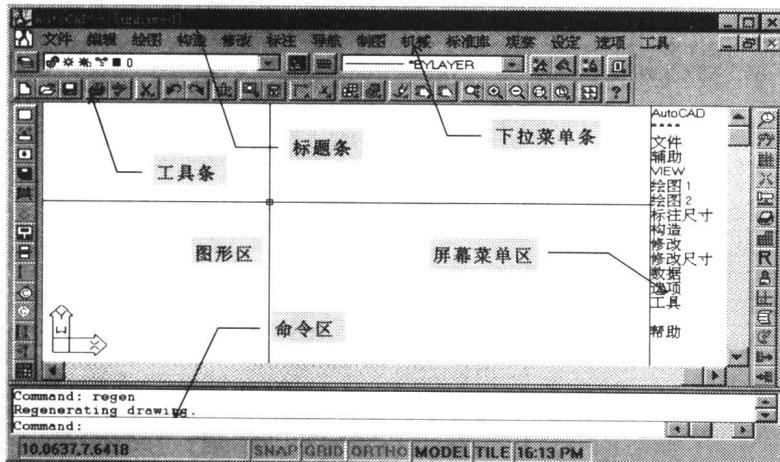

图 1-1
AutoCAD将显示屏分为如下区域：标题条、工具条、下拉菜单条、屏幕菜单、浮动菜单区、命令区以及图形区。AutoCAD窗口界面如图1-1所示。
1. 标题条 显示当前程序名字及图形名、Windows的最大、最小化按钮(右上角的按钮)。此时图1-1标题条上所显示的应用程序名为AutoCAD，图形名为UNNAMED。